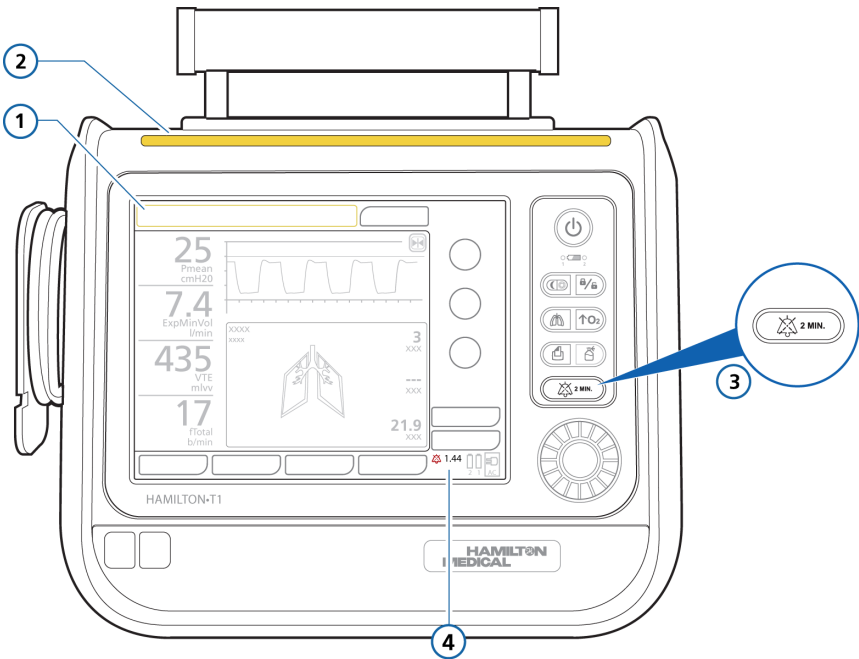
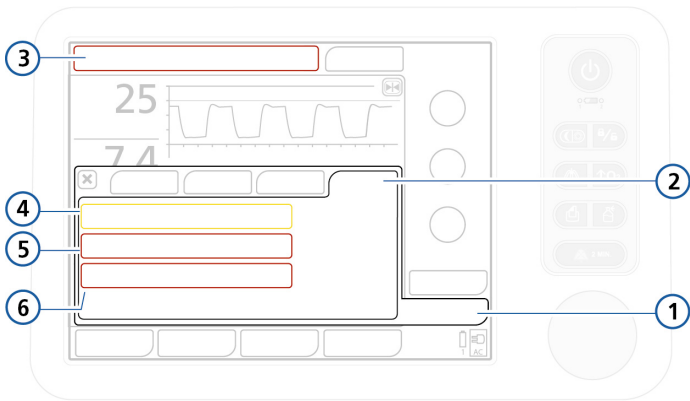

图 8-1. 视觉报警指示
图 8-4. 显示激活报警的报警缓冲区
表 8-1 列举了这些报警的声音和视觉特征，并告诉用户如何回应。图 8-1 说明了呼吸机的视觉报警指示。用户能在激活报警缓冲中看到激活报警信息（图 8-4）。报警信息也存储在事件日志中（第 8.4 节）。
- 如果当前存在激活报警，报警缓冲区则显示最新的激活报警（图 8-4）。关联的报警信息还会交替显示在信息栏中。激活报警显示在圆角框中。